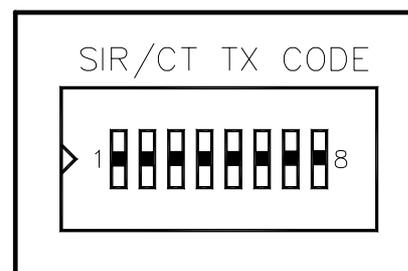

Fig. 9
- ◆ Enlever le couvercle de la centrale et établir un code sur le dip-switch “SIR/CT TX CODE” (voir fig.9), en faisant attention à ne pas utiliser une imposition déjà définie pour les zones ; utiliser à support la “FICHE DE PROGRAMMATION DES CODES”, qui se trouve à la dernière page du manuel.